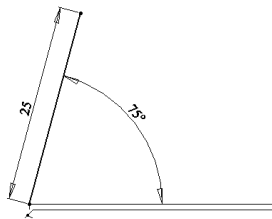

Рисунок 9.2 – Ескіз бічної кромки
- вказати базову кромку, під кутом до якої створимо бічну стінку. Після цього, буде автоматично створена додаткова площина, перпендикулярна площині основи та зазначеної кромки, програма відкриє ескіз на цій новій площині. Побудувати ескіз (рис. 9.2).